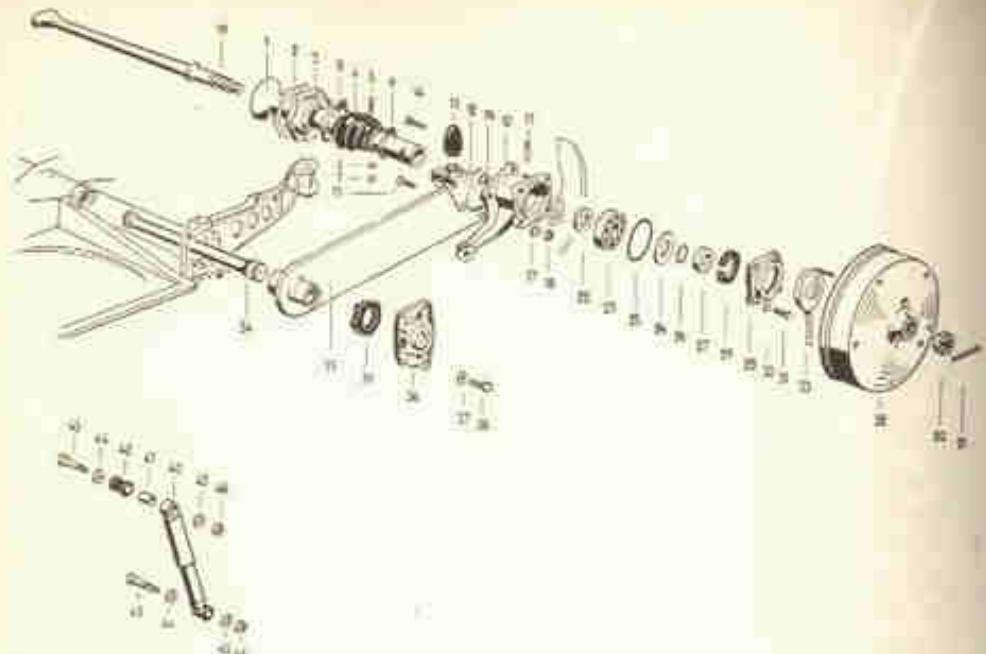

Fig. 1-M — Suspensão traseira do sedan e do Karmann Ghia
A suspensão é do tipo de barras de torção, uma para cada roda, do tipo tubular, fixas por ranhuras à estrutura central do chassis e às placas da suspensão, como se vê detalhadamente na fig. 1-M que mostra a suspensão desmontada por completo. A placa (35) suporta em uma extremidade a carcaça do rolamento da roda (10, fig. 1-M) e na outra fixa-se a barra de torção (34). Nos utilitários, que possuem uma caixa de redução nas rodas traseiras, a placa da suspensão ("fachão") se prende a carcaça da caixa de redução.
3 — Com uma talhadeira (bedame), marcar a posição do braço da suspensão em relação ao flange de apoio da semi-árvore (10 fig. 1-M).
6 — Retirar os parafusos da tampa do mancal do braço da suspensão (4), fig. 1-M e retirar a tampa (38, 39).